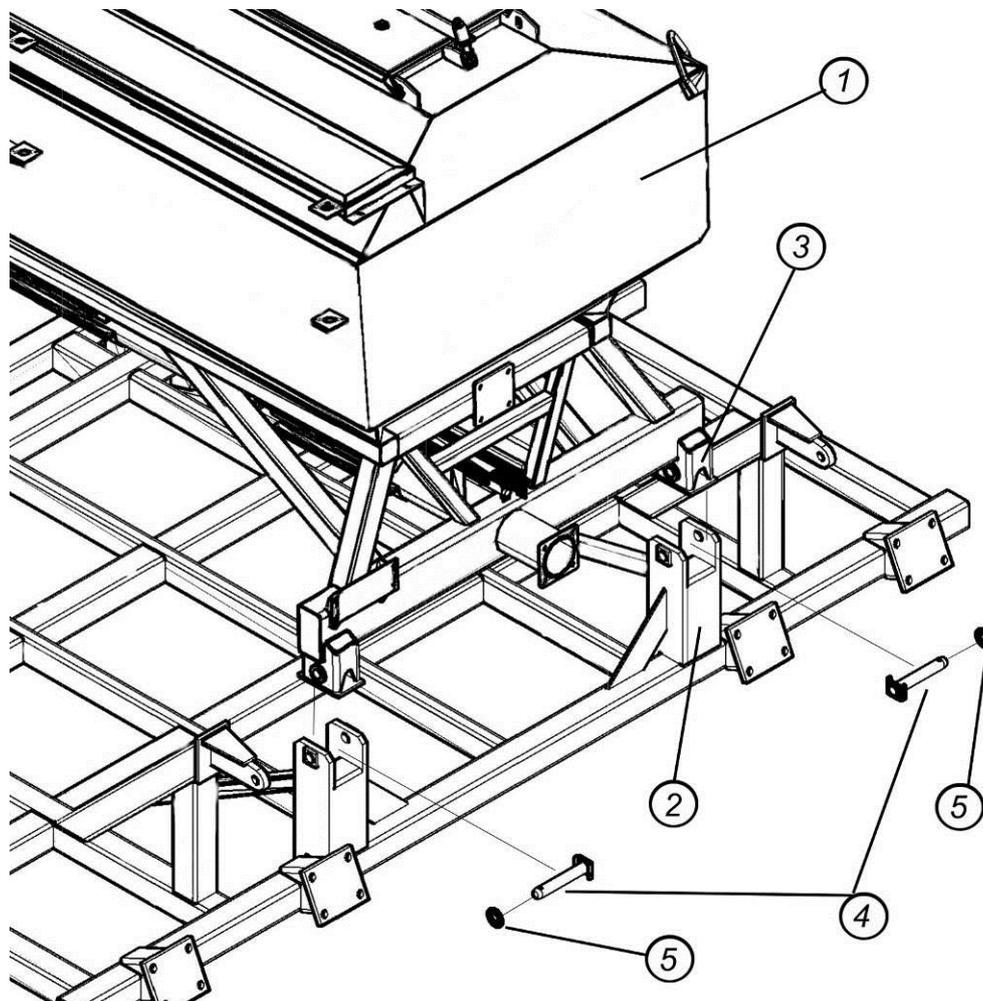

Рис. 4.7.1. Установка бункера на раму.
4.7.1. Закрепите бункер 1 на задней части рамы, совместив отверстия в кронштейнах рамы 2 и бункера 3, установив пальцы 4 ($\text{Ø}32 \times 224$), шайбы 5 ($\text{Ø}33$ мм) и шплинты ($\text{Ø}6 \times 50$) (рис. 4.7.1).